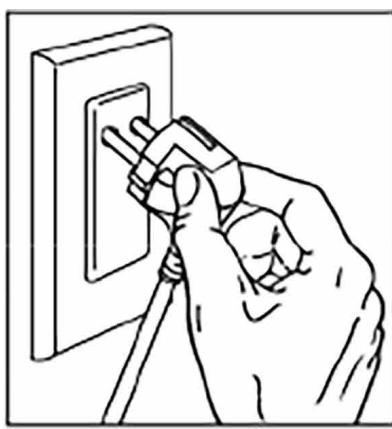

Fig. 1
- Brancher le cordon d'alimentation secteur de la ponceuse à la source d'alimentation (sortie 220 VCA). Les sons d'avertissement «bip» se produisent une fois que la fiche est bien branchée à la source d'alimentation et l'indicateur LED indique la couleur «Rouge fixe» (Fig. 1).